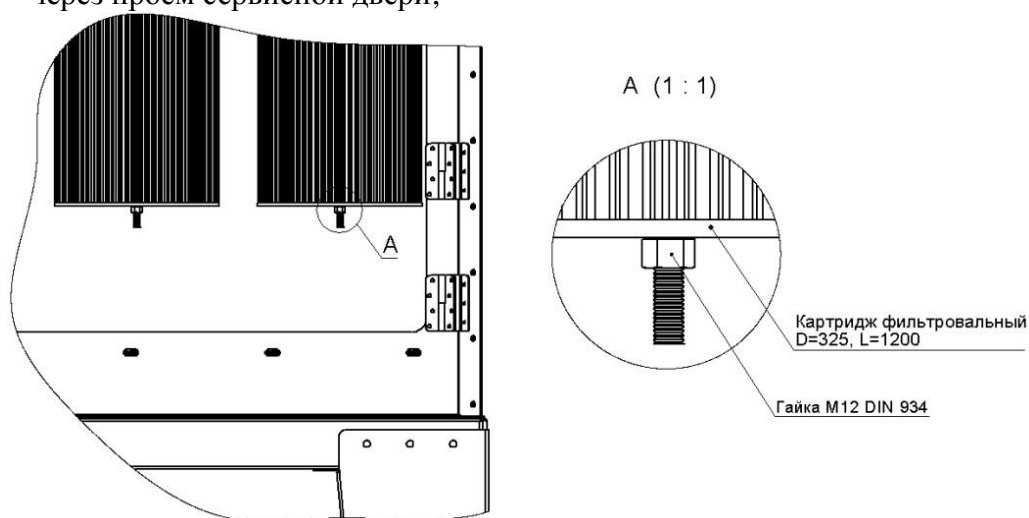

Рисунок 2 - Схема фиксации картриджа фильтровального
- Открутить гайку M12 фиксирующую картридж фильтровальный снизу (на дне картриджа) (рис. 2);